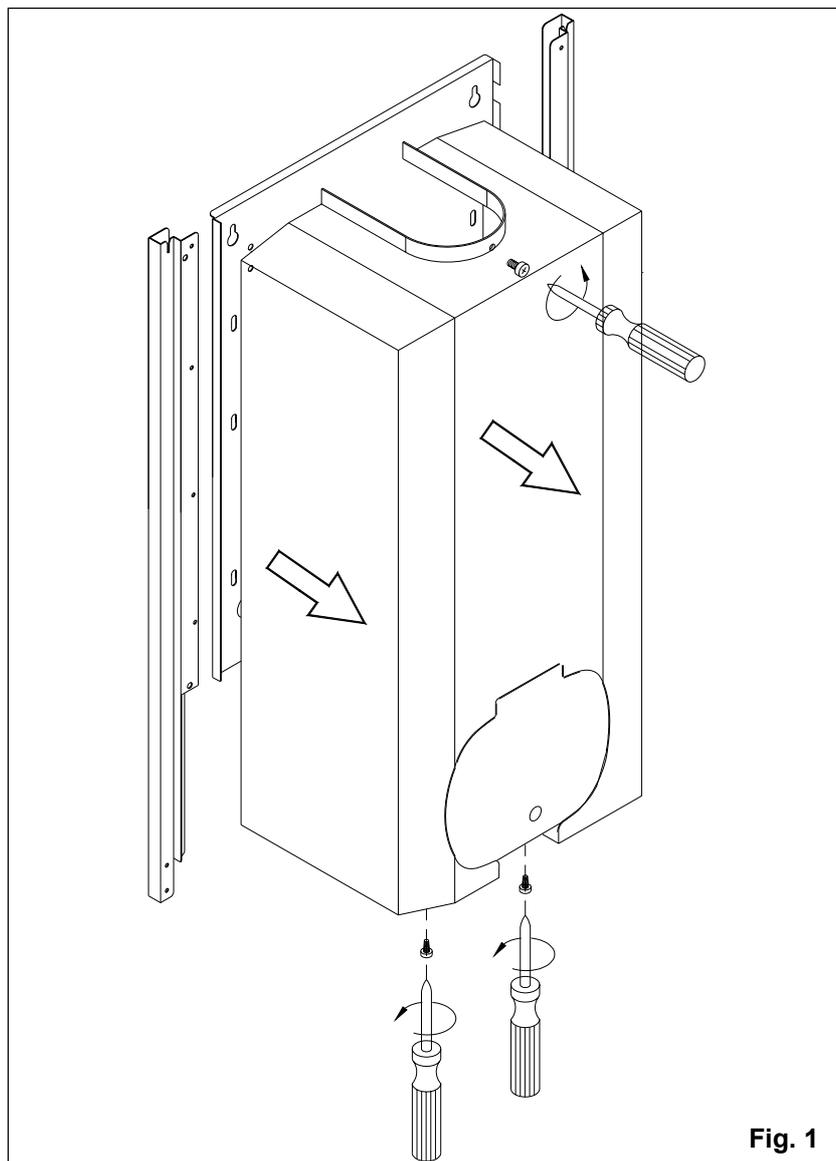

Fig. 1
- a. svitare le viti come mostrato in fig. 1;
- rimuovere il mantello (vedi fig. 1);